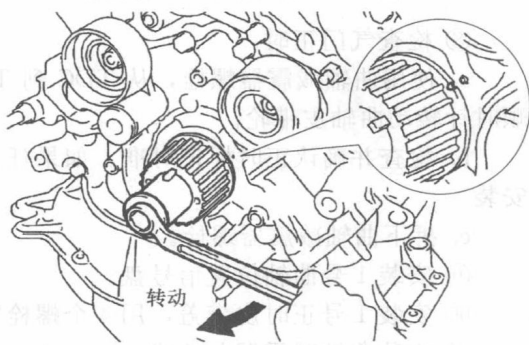

图 1-11 对准机油泵正时标记
b. 使用曲轴减震器螺栓，转动曲轴以将曲轴正时皮带轮和机油泵体的正时标记对准，见图 1-11。